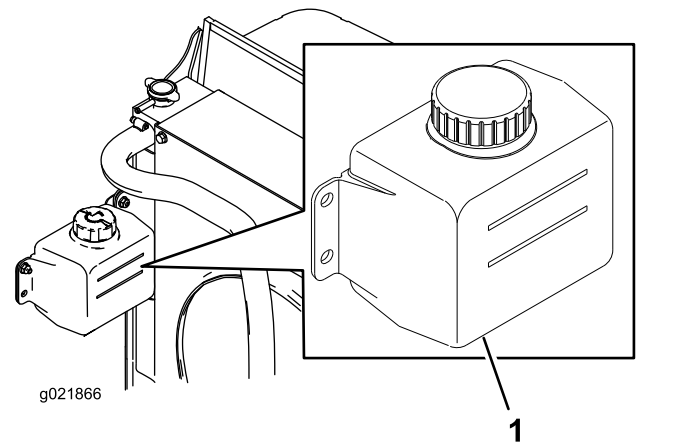

Figura 92
1. Verifique o nível de líquido de arrefecimento do reservatório (Figura 92).